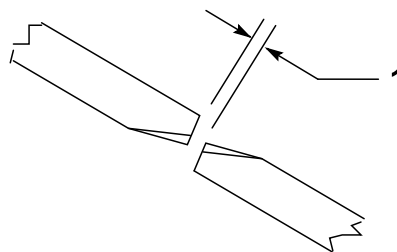

図 28
カッティングユニットが適切に作動できるように、ウイング側と中央のブレードとの間に 10-16 mm の隙間を確保してください 図 28。
2. 中央のブレードとその隣のウイングブレードを手で回してブレードの先端どうしを整列させる。刃先と刃先との間の距離を測定する 図 28。